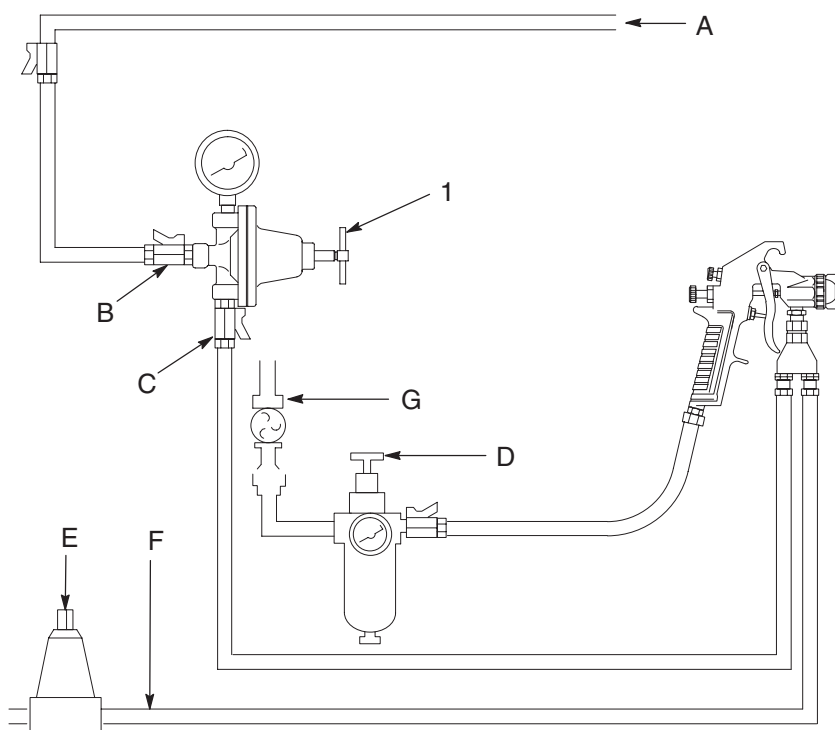

Fig. 1
1. Se Fig. 1 och 2 på sidan 5. Montera en regulator för varje sprutpistol. Montera regulatören vertikalt för bästa flöde och minimum pigmentavsättning. Manometern, om sådan används, måste monteras vertikalt. Om regulatören monteras horisontellt måste en krök användas så att manometern kan sättas vertikalt.
2. Stäng kulventilen (B) på vätskerregulatorns inlopp. Se Fig. 1, sidan 5.
4. Vrid inställningshandtaget (1) på fjäderstyrde regulatorer moturs tills fjäderspänningen avlastats.
OBSERVERA: Referensnummer och bokstäver inom parantes i texten refererar till Fig. 1 till 5 och ritningarna.
2. Starta pumpen och öppna vätskeregulatorns inloppskulventil (B) så att vätska släpps in i regulatören. Se Fig. 1.
- a. Stäng av pumpen och avlasta trycket i systemet genom att öppnas returtryckventilen (E) eller någon annan bypass-ventil. Se Fig. 1.
1. Stäng av pumpen. Stäng av kulventilen på regulatorns luftinlopp. Se Fig. 1, sidan 5.
3. Vrid inställningshandtaget (1) moturs tills fjäderspänningen avlastats (3).